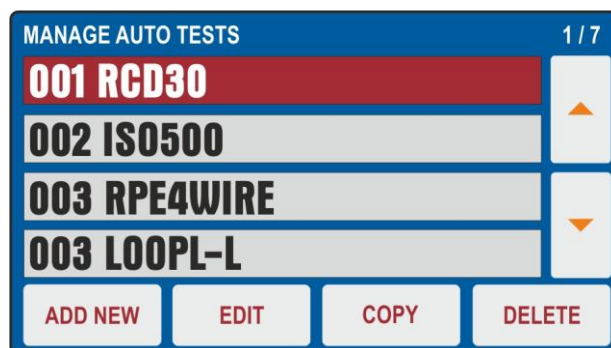

Fig. 18: Menú AUTOTEST
13. Seleccione un Autotest y toque la tecla **COPY** (ver la Fig. 18). La siguiente pantalla se muestra en el visualizador
17. Seleccione un Autotest y toque la tecla **DELETE** (vea Fig. 18). El instrumento muestra un mensaje de confirmación antes de borrar